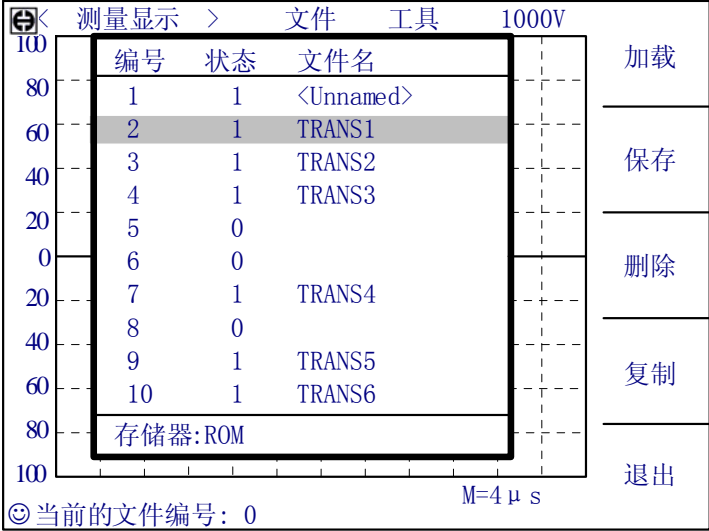

图 4-7 文件管理操作页面
移动反白条到文件区域，选择文件管理软键，进入文件管理功能。参考图 4-7，编号表示文件序号，1-60 是内部文件，61-560 是优盘存储的文件；状态表示该编号的文件是否存在，“1”表示文件存在，“0”表示不存在；文件名则是用户在保存文件时候的命名，如果用户在保存文件时没有输入文件名而直接按下 ENTER 键，那么此文件将以<Unnamed>命名。在信息提示区域，显示仪器当前使用的文件编号，如果是 0，则说明仪器还未调用文件，或还未保存为文件。**保存文件后，文件编号自动指向文件保存的位置。**
- 加载 用来加载一个已保存在内部非易失性存储器中或优盘中的文件，如图 4-7 所示，使用上下方向键选择文件，选中需要的文件，按下加载软键，再按是软键加载此文件，如果想退出加载文件，按否软键。